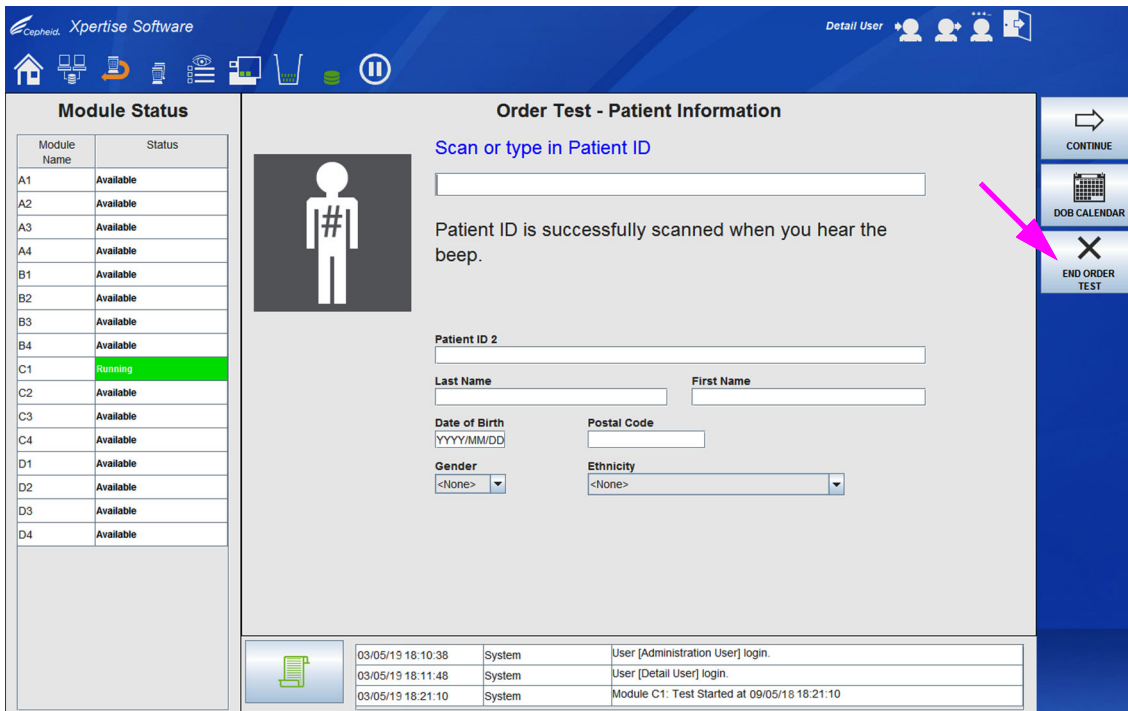

图 5-39. 指令测试 - 患者 ID (Order Test - Patient ID) 工作区
11. 扫描了检测盒后, 将显示指令测试 - 患者 ID (Order Test - Patient ID) 工作区, 以便操作员输入下一个测试。请参见图 5-39。
- 如果没有其他测试需要指令, 选择**结束指令测试 (END ORDER TEST)** 按钮 (请参见图 5-39)。如果没有在指令测试 - 患者 ID (Order Test - Patient ID) 工作区的任何字段中输入任何信息, 指令测试 (Order Test) 菜单将关闭。